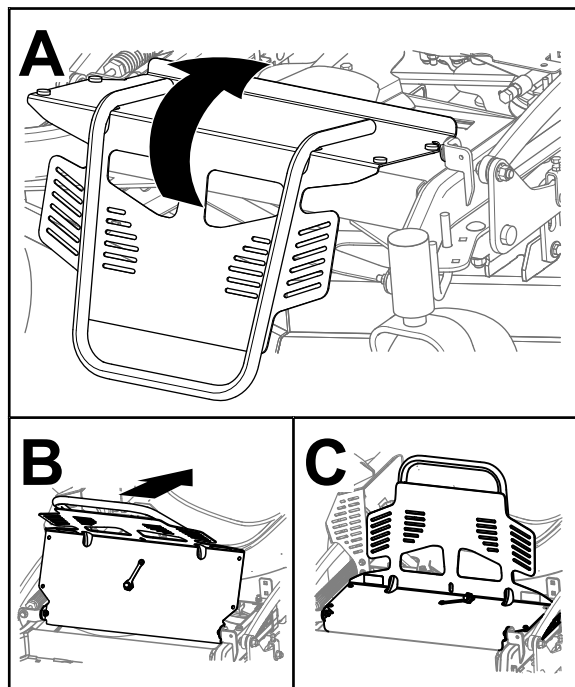

Figura 34
1. Gire el protector del motor hacia atrás, tal y como se muestra en la Figura 34